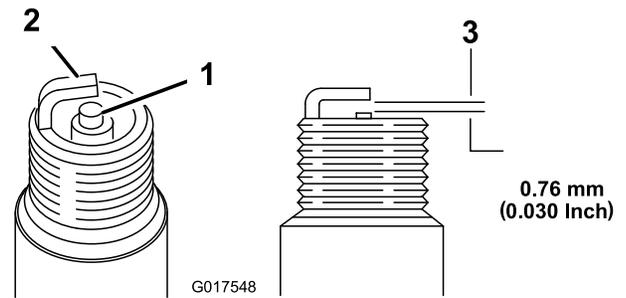

Figura 22
5. Defina a folga na vela para 0,76 mm como se mostra na Figura 22.